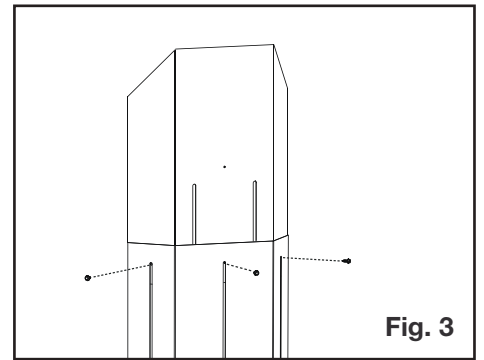

Fig. 3
3. Utilisez les attaches à l'étape 1 pour maintenir la nouvelle hauteur de bouclage d'évent (Fig. 3).